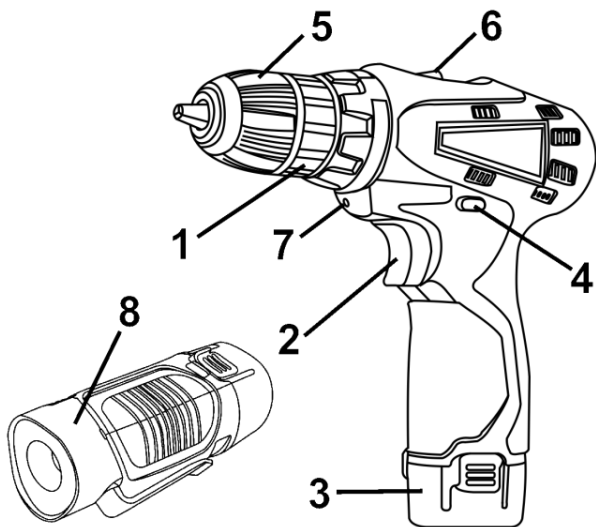

Рисунок 1
5.1.3 Установите необходимый крутящий момент с помощью кольца регулятора момента затяжки (1) (см. рисунок 1).
5.3 Для включения изделия нажмите на клавишу выключателя (2) (рисунок 1). Для отключения изделия следует клавишу отпустить. Регулировка скорости вращения патрона осуществляется степенью нажатия на клавишу выключателя.